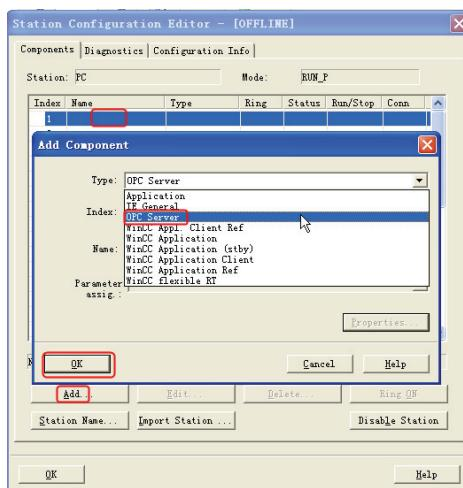

图 10-45 添加组件（1）
- 2) 选择第一号插槽，如图 10-45 所示，单击“Add”（添加）按钮或单击鼠标右键选择添加，在添加组件窗口中选择 OPC Server，单击“OK”（确定）按钮，“OPC Server”添加到第一槽。